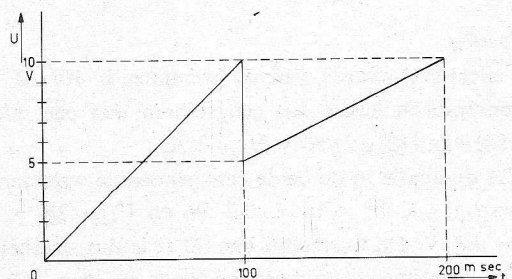

Fig. 3
- De spanning neemt gedurende de eerste periode lineair toe van 0 tot 10 volt, valt dan terug tot 5 volt en neemt vervolgens weer lineair toe tot 10 volt, zoals voorgesteld in fig. 3.